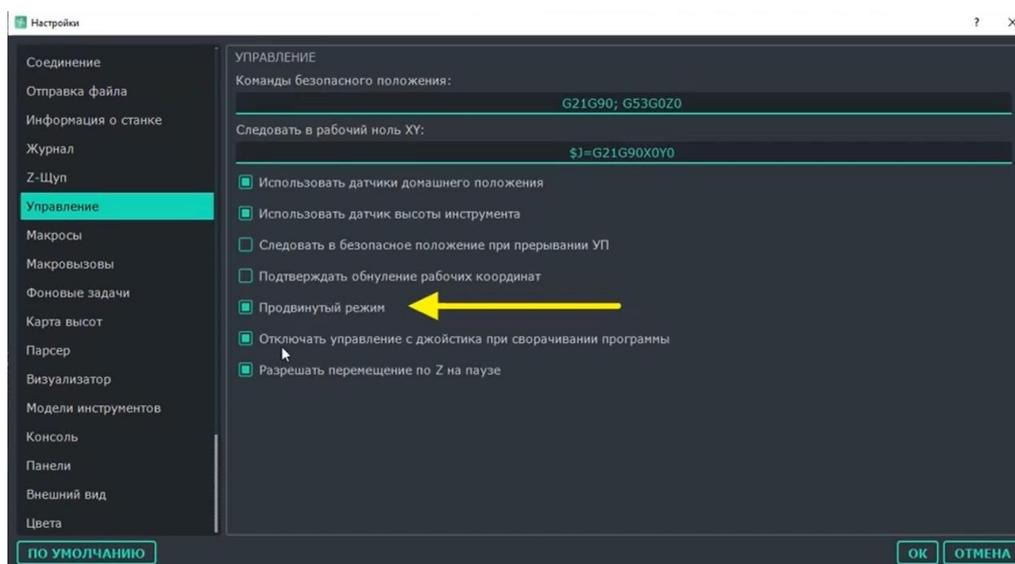

Рисунок 66. Включение продвинутого режима
**Важно.** Возможность создавать несколько исполнителей поддерживается только в продвинутом интерфейсе визуализатора (доступен только для контроллеров MSC-4ES и MSC-6ES на момент написания документации). Для его включения зайдите в меню *Сервис* → *Настройки* → *Управление* и установите галочку **Продвинутый режим** (см. рис. 66).
**Важно.** Режим тангенциального ножа поддерживается только в продвинутом интерфейсе визуализатора (рис. 66).